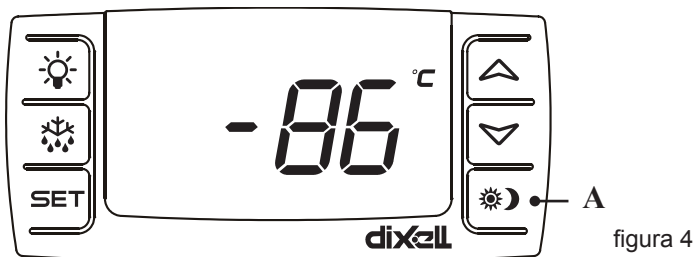

figura 4
El aparato está equipado con controles electrónicos (figura 4)
**NOTA:** Cuando se conecta el poder a primer vez, pulse el botón "A" (figura 4). La alarma está conectada